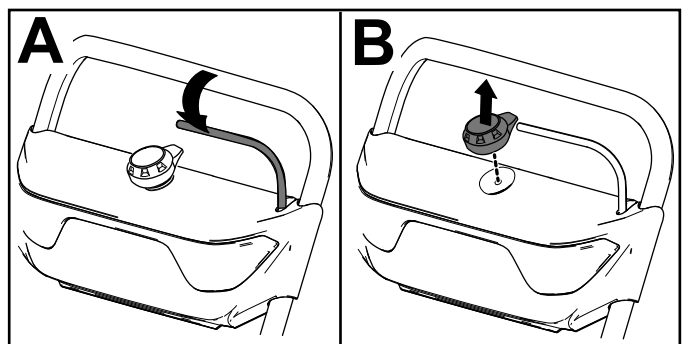

Figura 13
1. Rilasciate la barra (A della Figura 13).
2. Rimuovete il pulsante di avviamento elettrico dall'avviatore elettrico (B della Figura 13).